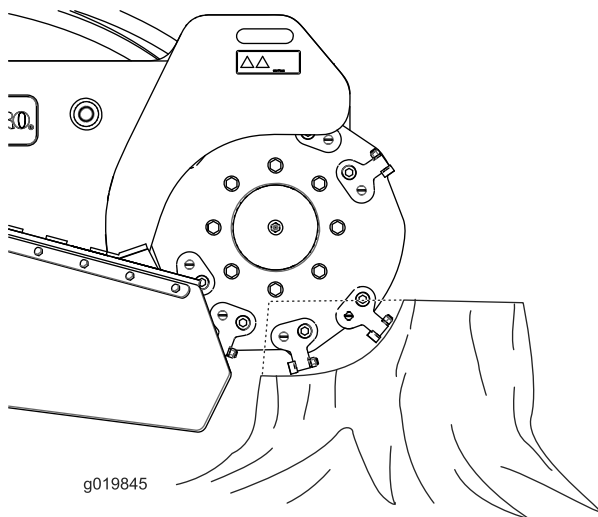

Figura 21
4. Usando la palanca de control del desbastador, mueva el desbastador lentamente por la cara del tocón, eliminando una banda de madera en forma de virutas (Figura 21).
- Es más eficiente cortar siempre las aristas del tocón. Cuando el arco de corte se aproxime a la cuarta parte del diámetro de la rueda (Figura 21), levante el desbastador, desplace la máquina hacia adelante y empiece a cortar de nuevo por la arista.